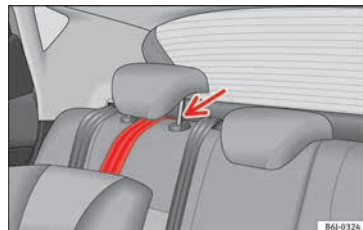

Abb. 28 Befestigungsgurt: korrekte Einstellung und korrekter Einbau
- Den Haltegurt unter die Kopfstütze des Rücksitzes legen » Abb. 28 (hierzu ggf. die Kopfstütze nach oben ziehen).